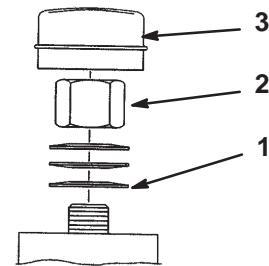

Figure 48
3. Retirez le capuchon anti-poussière de la roue et serrez le contre-écrou (Fig. 48).
4. Continuez de le serrer jusqu'à ce que les rondelles élastiques soient aplaties, puis desserrez-le de 1/4 de tour pour obtenir la précharge correcte des roulements (Fig. 48).
Important Veillez à installer les rondelles comme illustré à la Figure 48.